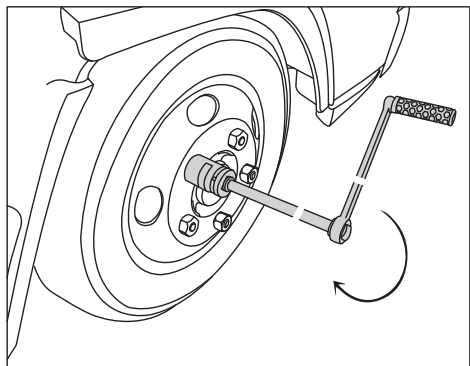

Рис. 3
5.6. Используя удлинитель с рукояткой привода и с присоединенной торцевой головкой максимально закрутите крепеж. Рисунок 3.